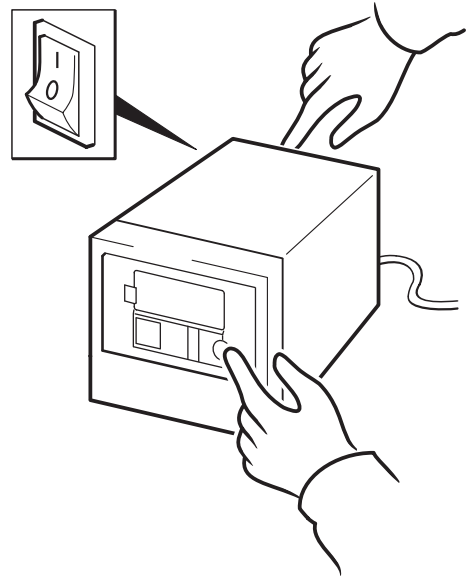

図 14b: HP OBDR、ステップ 2
- イジェクト・ボタンを押し続けます。イジェクト・ボタンを押しながら、オートローダの電源を入れます (図 14b を参照)。これで、電源投入時に HP OBDR モードが設定されます。液晶ディスプレイに「OBDR Mode」というメッセージが表示されたら、ボタンを放します。